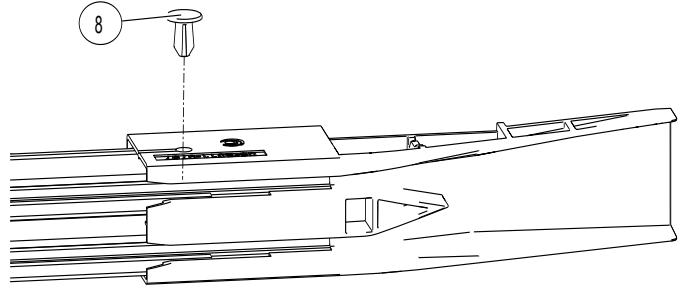

Abb. 22: Spreizniet in die Bohrung treiben
- Spreizniet mit Kunststoffhammer in die Bohrung treiben (siehe Abb. 22).